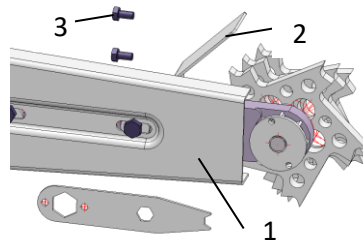

Abb. 4.: Montage Schutzblech
- > Montieren Sie das Schutzblech an dem Schwert (1 – Abb. 4).
- > Die Nutenfräse und die Scheibenfräse verfügen über ein weiteres Schutzblech (2 -Abb.4). Dies wird mit zwei Sechskantschrauben (3 – Abb.4) an das Gehäuse angeschraubt.